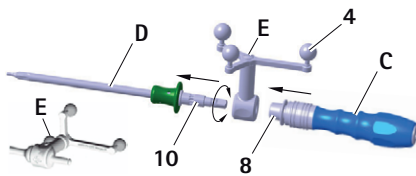

Abb. 8 Montage Instrument Referenzstern-Einheit ("calibration with ICM 4") und S⁴C-Handgriff (FW067R oder FW165R) an S⁴C-Schraubendreher
- ▶ Verriegelungshülse **8** loslassen, siehe Abb. 8.